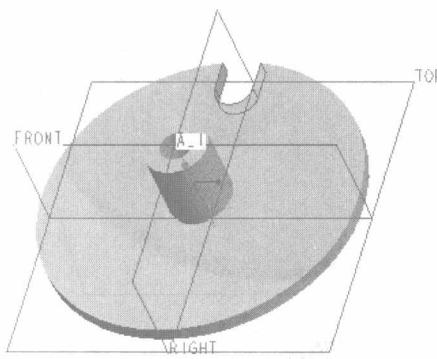

图 1-10 设置深度选项
(6) 从深度选项列表框中选择 $\square$ (对称)，并设置侧 1 的深度值为 100。
(7) 在拉伸工具操控板中，单击 $\checkmark$ (完成)按钮，得到的模型效果如图 1-10 所示。